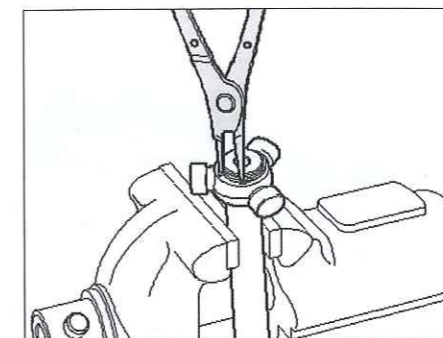

Fig. 13
- Desmontar el anillo de freno del trípode (Fig.13).